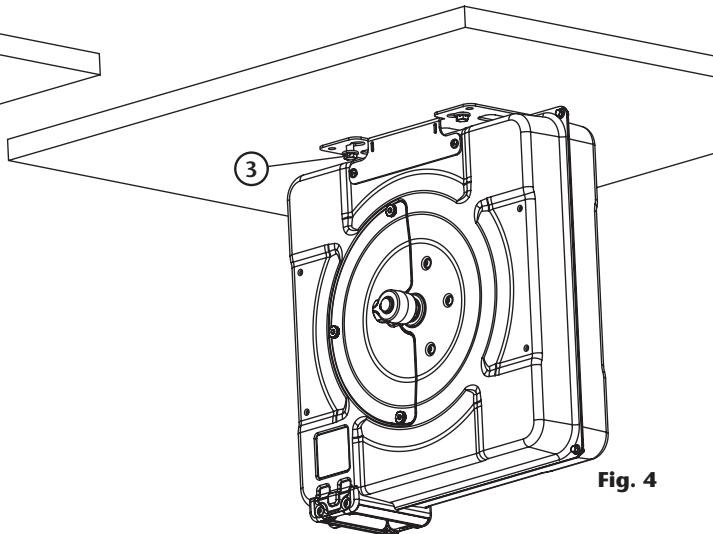

Fig. 4
3. Una vez el enrollador esté colgado, sin dejar de sujetarlo, introducir los otros 2 tornillos restantes (3) (fig. 4), los cuales no deberán tener una longitud superior a 10 mm para poder introducirlos con facilidad.